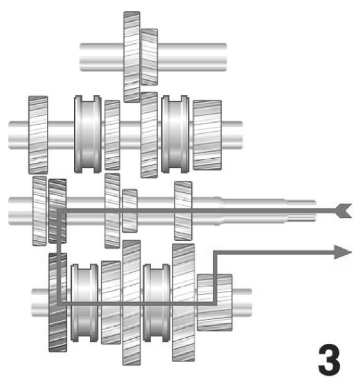

图 3-26 3 档动力传递
3) 3 档 动力→传动轴→传动轴 3 档齿轮→输出轴 3 档齿轮 13→输出轴上 3、4 档同步器→输出轴→动力输出，如图 3-26 所示。